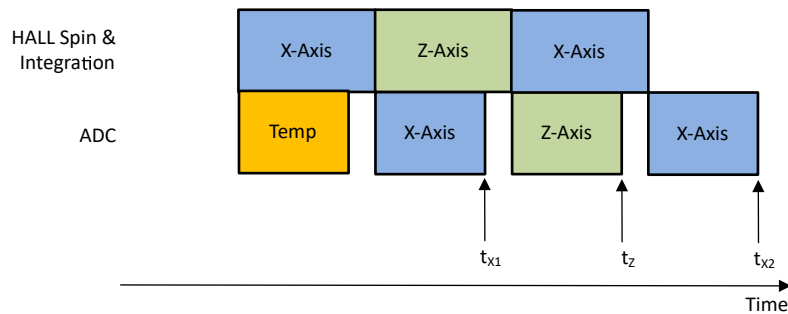

図 7-3. XZX 磁界変換
絶対角度測定では、正確な角度を計算するには、複数の軸からのアプリケーション センサ データが必要です。同じシグナル チェーンを使用して異なる時間に収集された磁界データは、角度計算に誤差を生じさせます。TMAG5273 は、疑似同時サンプリング データ収集モードを備えているため、この誤差を除去できます。図 7-3 に、MAG\_CH\_EN が 1011b に設定されて XZX データを収集する例を示します。式 18 は、X センサと Z センサのデータのタイム スタンプが同じであることを示しています。
- $t_{x1}$ 、 $t_z$ 、 $t_{x2}$  は、図 7-3 で定義されているように、X、Z、X センサのデータ完了のタイム スタンプです。